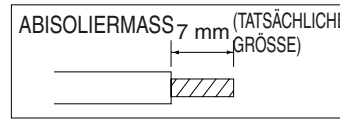

Abb. 3-98
- (1) Das Kabelende mit einem Seitenschneider beschneiden, dann die Isolierung abziehen, um ungefähr 7 mm der Litze freizulegen. Siehe Schild (Abb. 3-98) neben der Klemmenplatte.
- (2) Die Klemmschraube an der Klemmenplatte mit einem Schraubendreher lösen.
- (3) Die Drahtlitze einführen und die Klemmschraube mit dem Schraubendreher fest anziehen.